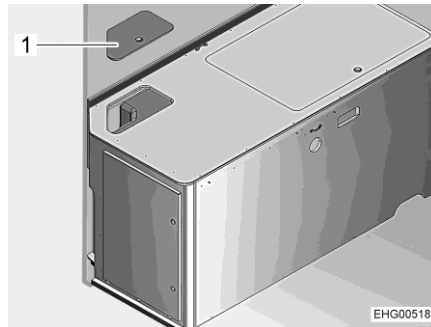

Bild 112 Bettkasten links
- Service-Deckel (Bild 112,1) abnehmen.